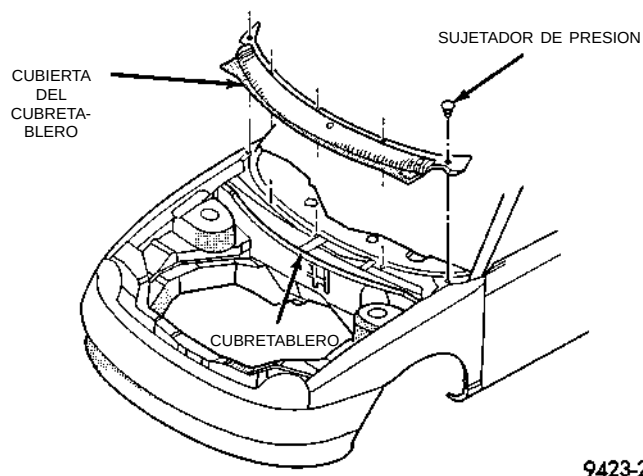

Fig. 4 Cubierta del cubretablero
- (1) Desenganche el pestillo del capó y ábralo.
- (2) Retire los brazos de los limpiaparabrisas. Para obtener información sobre los procedimientos apropiados, consulte el Grupo 8K, Sistemas de limpiaparabrisas y lavaparabrisas.
- (3) Retire los sujetadores de presión que fijan la cubierta del cubretablero al cubretablero, en la base de la abertura del parabrisas (Fig. 4).
- (4) Separe la cubierta del cubretablero del vehículo.